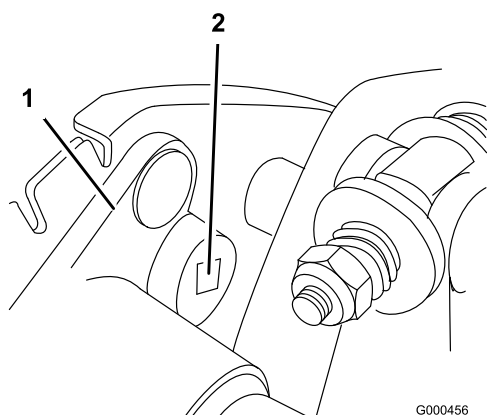

Figura 33
- B. Servindo-se de uma chave de aperto de 3/8 de polegada, rode a caixa de mancal com uma torção de 4–4,5 Nm para ajustar a tensão da correia (Figura 33).